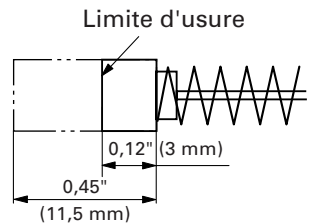

Fig. 17
4. Contrôle des balais en carbone (Fig. 17)